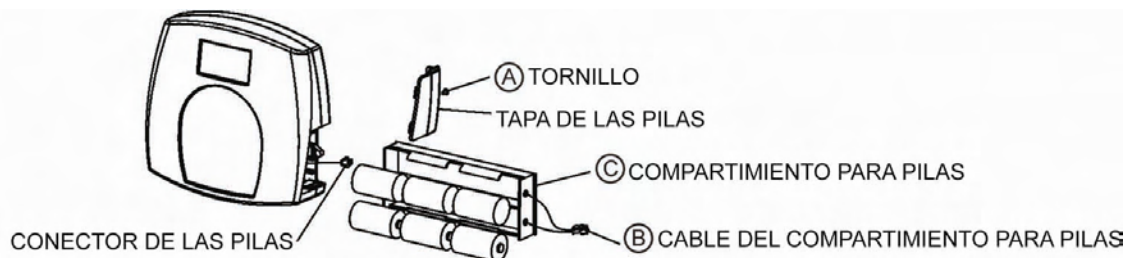

Figura 6 - Pilas
2. Coloque las pilas en el compartimiento para pilas (consulte la sección " Sustitución / Colocación de las Pilas" en la Figura 6, a continuación).
2. Retire la tapa de las pilas (A) de la unidad de visualización; consulte la Figura 6 de la página previa.
3. Desconecte el conector del cable del compartimiento para pilas del conector de las pilas (B).
4. Retire cuidadosamente el compartimiento para pilas por deslizarlo del conjunto de la pantalla (C).
7. Conecte el cable del compartimiento para pilas al conector de las pilas (B).